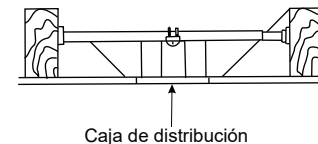

Fig. 4
**NOTA:** Dependiendo del lugar que haya seleccionado para la instalación, es posible que usted necesite comprar e instalar un "colgante de viga" para el soporte de la caja de distribución eléctrica. Asegúrese de que el colgante de viga que compre se haya diseñado para uso con ventiladores de techo. (**Fig. 4**)